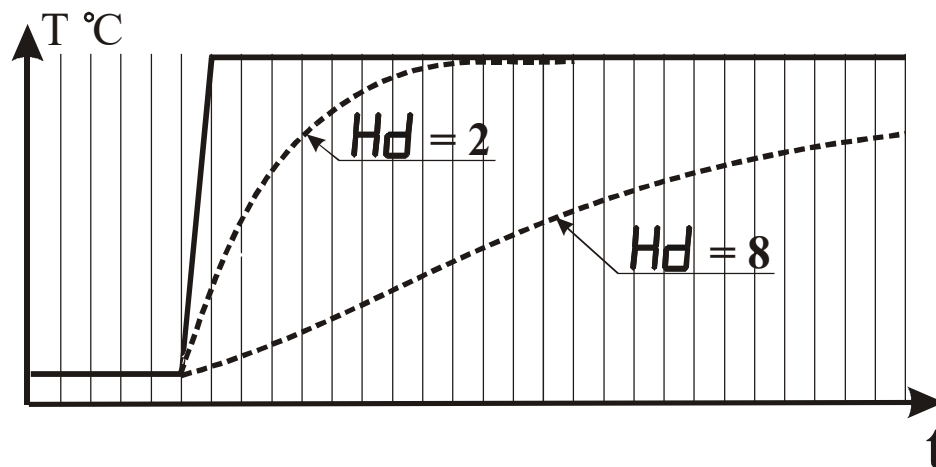

Рисунок 3.3 – Вплив параметра "Час усереднення" на показання приладу при різних значеннях параметра H_d
3.3.3.9 Параметр "Час усереднення" вказується в кількості періодів опитування вхідного датчика (N_d). Цей параметр дозволяє домогтися більш плавної зміни показань приладу. Для цього обчислюється середнє арифметичне останніх N_d вимірювань. Якщо значення параметра дорівнює 0, інтегратор відключається. Зменшення часу усереднення призводить до більш швидкої реакції приладу на різкі зміни вимірюваного параметра, але знижує перешкодозахищеність приладу (див. рисунок 3.3).